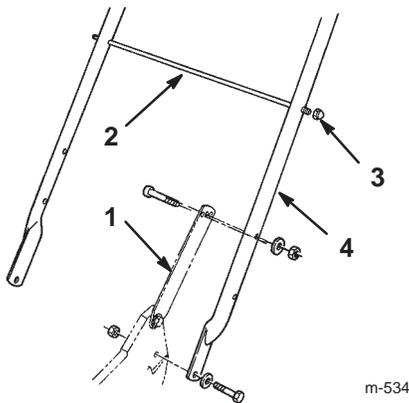

Figure 2
2. Fixez les pattes de verrouillage au guidon avec 2 vis d'assemblage (5/16 x 1-1/2 pouce), rondelles et contre-écrous en nylon (Fig. 2).
3. Insérez la tige de support du bac à herbe dans le deuxième trou en partant du haut du guidon, et serrez un contre-écrou borgne à chaque extrémité (Fig. 2).